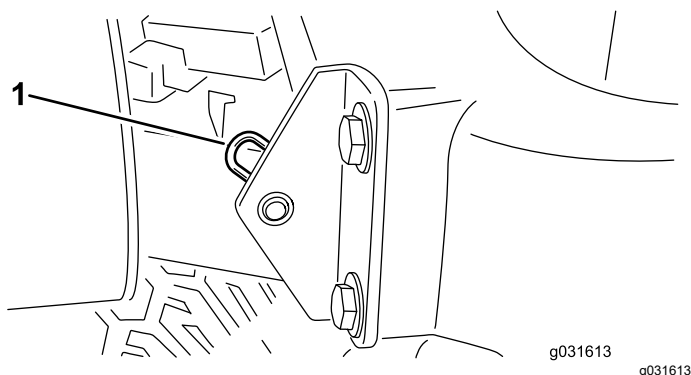

Figura 44
- Retire el pasador que fija el pivote del capó a los soportes (Figura 44).